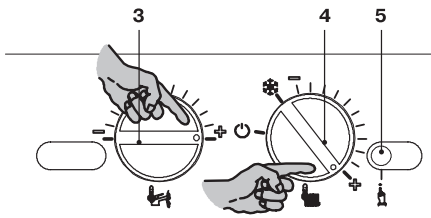

Рисунок 7.1
- Поверните переключатель функций 4 так, как показано на следующем рисунке (Рисунок 7.1.)